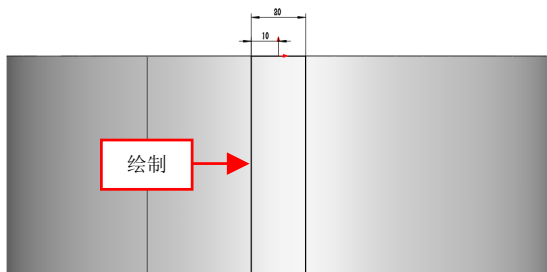

图 14-31 绘制矩形草图
(8) 在【草图】选项卡中，单击【草图绘制】按钮，选择上视基准面，进入草图绘制环境，单击【矩形】按钮，绘制矩形草图，如图 14-31 所示。